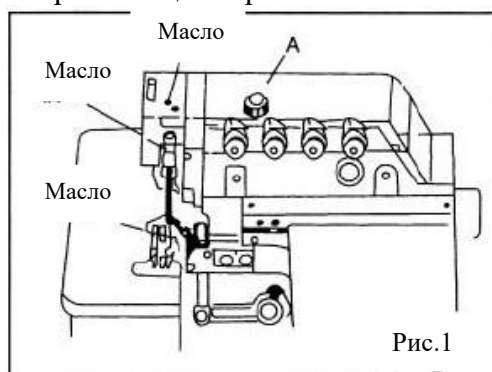

Рис.1
1. Смазка швейной машины. Рис. 1.